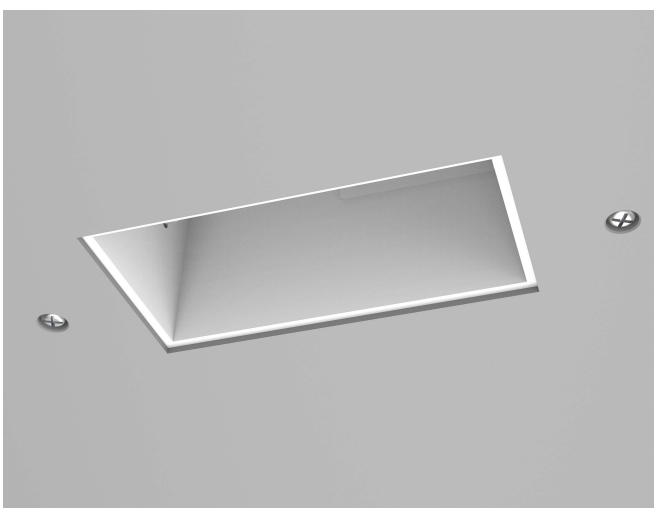

Рис.1
- 2.2 Шляпка самореза должна уйти «вглубь» листа гипсокартона на 0,2 – 1 мм относительно его лицевой поверхности. Светильник зафиксирован в потолке. Рис. 1, 2.